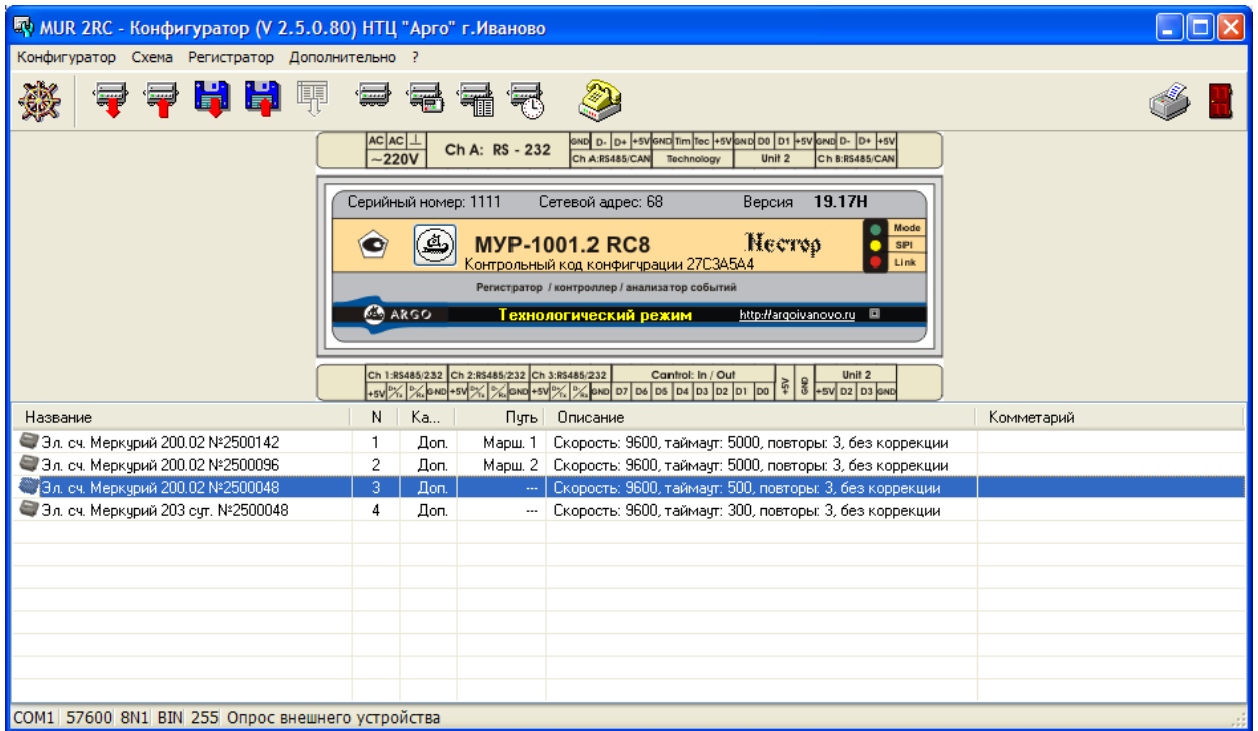

Рис.6.1. Чтение текущих показаний прибора из главного окна конфигуратора
- Из главного окна программы (щелчок правой кнопкой мыши на выбранном устройстве, далее выбор «Мгновенные значения» или Ctrl-Alt-C) (см. рис. 6.1)